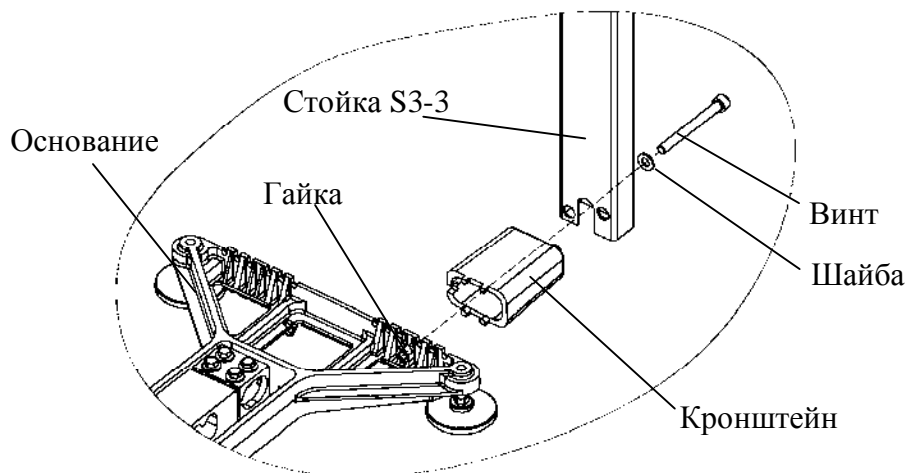

Рисунок 6.3 - Крепление стойки к основанию весовой платформы ТВ-S_P3
- протянуть кабель весовой платформы через кронштейн и стойку (см. рис.6.3);